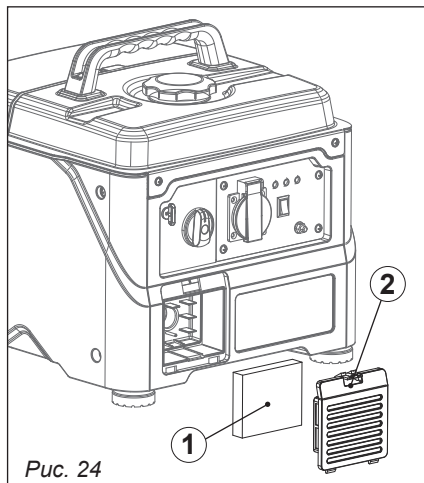

Рис. 24
1. Снимите крышку корпуса воздушного фильтра **①**, *рис. 24*
2. Выньте фильтрующий элемент **②**, *рис. 24*.
7. Установите крышку корпуса воздушного фильтра **①** в исходное положение до щелчка, *рис. 24*.